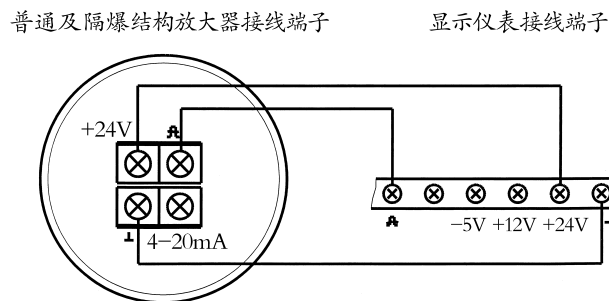

图 3
a. 普通及隔爆结构放大器( +12VDC ~ +30VDC 供电, 脉冲信号输出三线制)与显示仪表间的接线(图 3)